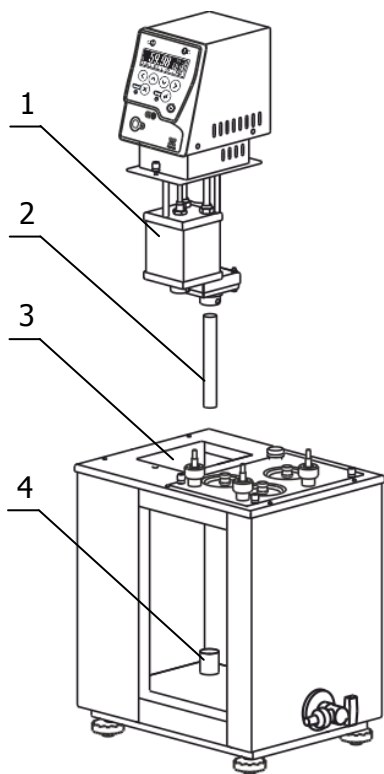

Рисунок 3 — Установка блока регулирования
2.2.3 Вставить входную трубку насоса 2 (рисунок 3) во входной патрубков блока регулирования на 15 мм и зафиксировать винтом.
Причина отсутствия перелива — неправильная работа насоса, вызванная воздушной пробкой, образовавшейся в резервуаре 1 (рисунок 3). Для ее устранения необходимо: